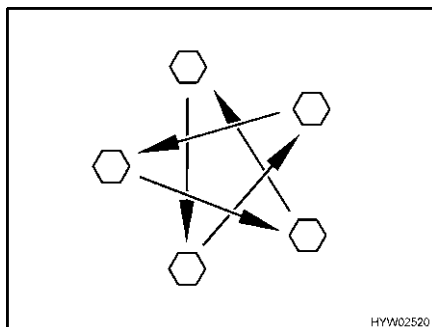

Bild 204 Radmuttern oder Radschrauben über Kreuz anziehen
- Radmuttern oder Radschrauben regelmäßig auf festen Sitz prüfen. Radmuttern oder Radschrauben eines ausgewechselten Rades nach 50 km über Kreuz nachziehen (Bild 204).
- ▷ Radmuttern oder Radschrauben über Kreuz anziehen (Bild 204). Anziehdrehmoment siehe Abschnitt 13.5.2.